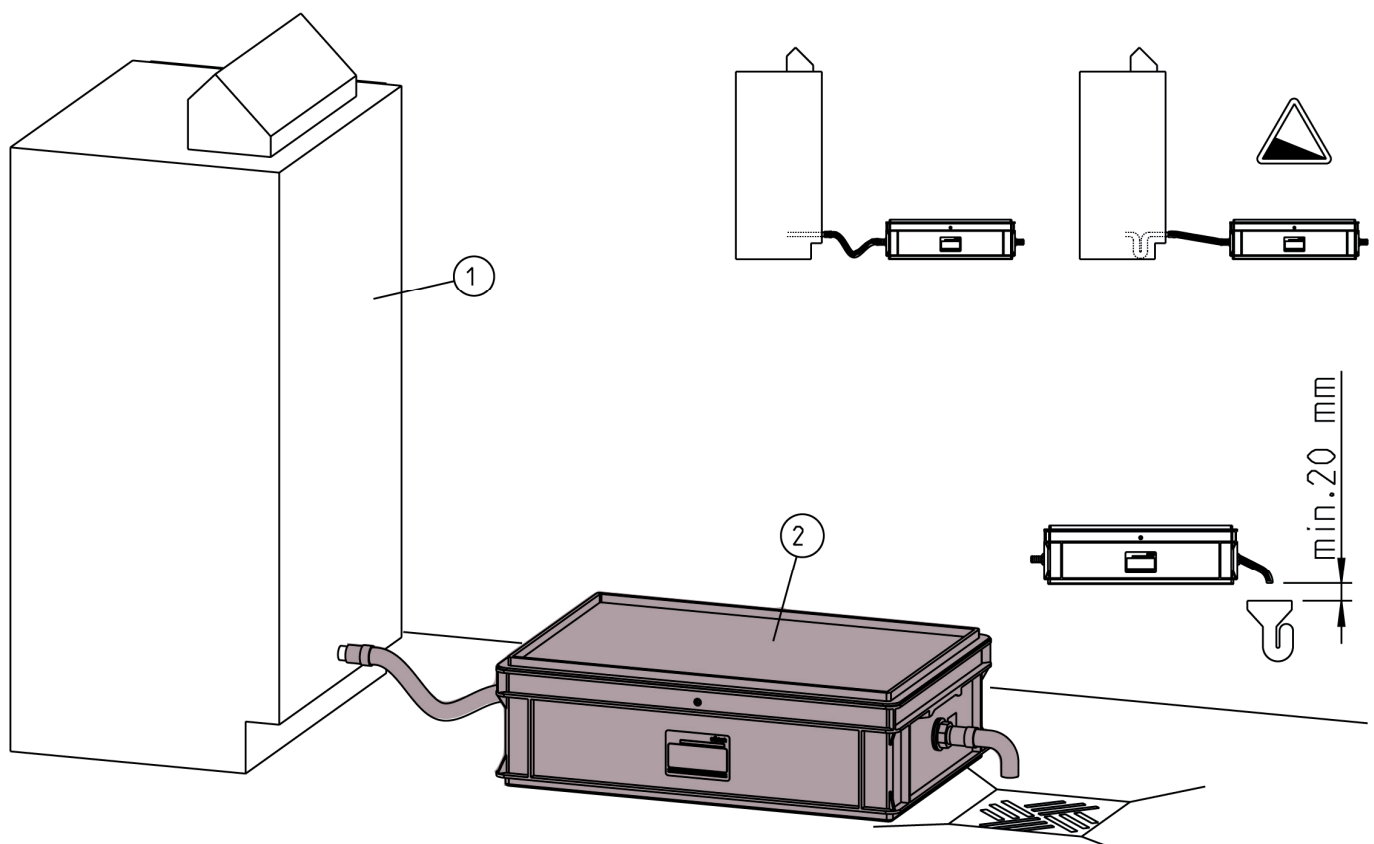

Fig. D-1 : Exemple de montage
- Le tuyau d'évacuation ne doit pas être directement relié au tube de canalisation afin d'empêcher une formation rétroactive de germes de la canalisation dans l'installation de neutralisation (voir fig. D-1).
- Si aucun siphon n'est disponible sur la chaudière, le tuyau d'arrivée en forme de boucle (voir fig. D-1) doit être posé en pente vers l'installation de neutralisation.